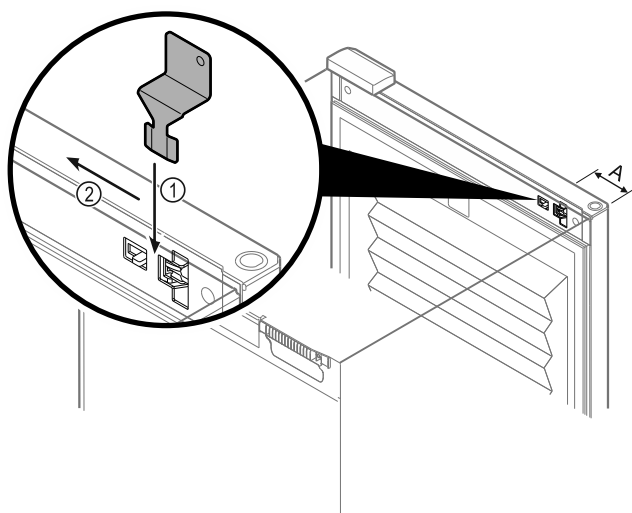

Fig. 146
- Klíč pro nouzové odblokování umístěte na dané místo Fig. 146 (A) ≈ 100 mm.
- Klíč pro nouzové odblokování Fig. 146 (1) zasuňte mezi dveře a korpus spotřebiče shora až na doraz.
- Klíč pro nouzové odblokování zatlačte ve směru závěsu. Fig. 146 (2)